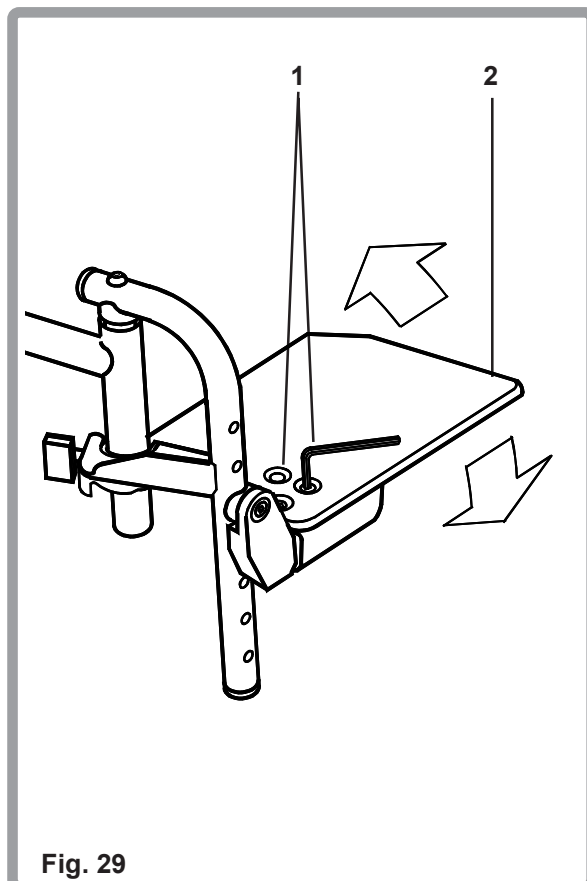

Fig. 29
Para ajustar el ángulo de la plataforma del posapiés (Fig. 29), afloje los dos tornillos de sujeción (1) lo suficiente para que la plataforma del posapiés (2) pueda girar (utilice una llave Allen de 4mm). Gire la plataforma hasta lograr el ángulo que desee y apriete los tornillos a una torsión de 8-10Nm.